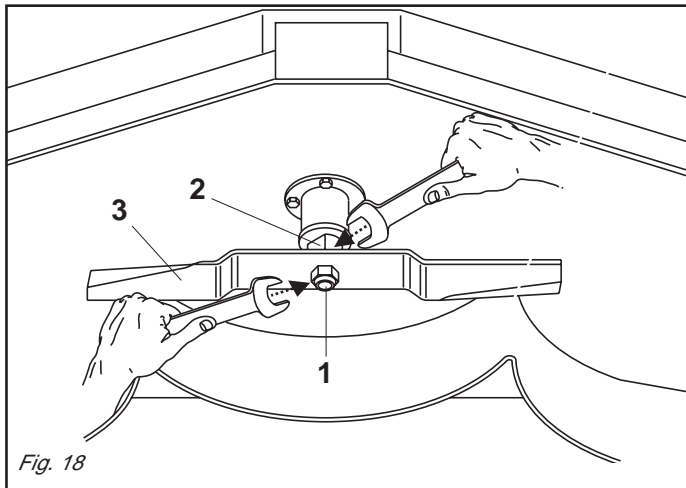

Fig. 18
- Con le due chiavi una posizionata sul perno centrale (2 Fig. 18) e una posizionata sul dado centrale (1 Fig. 18) bloccalama, svitare il dado centrale e sostituire la lama facendo attenzione a mantenere la stessa posizione della lama precedente.
- *Using the two wrenches, one on the central pin (2 Fig. 18) and one on the central blade-locking nut (1 Fig. 18), unscrew this latter and replace the blade, taking care to keep the new blade in the same position as the old one.*
- Mit den zwei Schlüsseln, einen am zentralen Bolzen (2 Abb. 18) und einen an der zentralen Mutter (1 Abb. 18), die das Messer blockiert, die zentrale Mutter losschrauben und das Messer ersetzen, indem man darauf achtet, es in der gleichen Position des vorherigen Messers zu halten.
- *Avec une clé placée sur l'axe central (2 Fig. 18) et l'autre sur l'écrou central (1 Fig. 18) serrez la lame, dévissez l'écrou central et remplacez la lame en faisant attention à maintenir la même position de la lame précédente.*
- Con las dos llaves, una posicionada en el perno central (2 Fig. 18) y la otra en la tuerca central (1 Fig. 18) del bloqueo cuchilla, desenroscar la tuerca central y cambiar la cuchilla prestando atención de mantener la misma posición de la cuchilla precedente.
Ad ogni sostituzione di lama, sostituire **sempre** anche il dado centrale di fissaggio delle lame (1 Fig. 18), con un dado nuovo e la relativa rondella. Fissare il tutto ad una coppia di 220 Nm.
*Whenever a blade is changed, always replace the central blade locking nut (1 Fig. 18), inserting a new nut and washer in its place.*
Wenn man auch nur ein Messer ersetzen muß, ist es erforderlich, gleichzeitig auch alle anderen Messer zu ersetzen, weil es sonst zur Unwucht kommen könnte, die sich negativ auf die Maschine selbst auswirken könnte. Bei jeder Ersetzung eines Messer muß immer auch die zentrale Mutter zur Befestigung der Messer (1 Abb. 18) durch eine neue Mutter und dazugehörige Unterlegscheibe ersetzt werden. Befestigen eine Anzugsmomente der Schrauben die 220 Nm.
*A chaque remplacement de lame, changez toujours l'écrou central de fixation des lames (1 Fig. 18), avec un écrou neuf et la rondelle correspondante.*
Durante la operación de sustitución, incluso de una sola cuchilla, es necesario sustituir también las otras tres cuchillas para evitar desequilibrios que afectarían la estabilidad de la máquina misma. En cada cambio de cuchilla cambiar **siempre** también la tuerca central de fijación de las cuchillas (1 Fig. 18) con una nueva y también la relativa arandela. Fije una pares de torsión de 220 Nm.